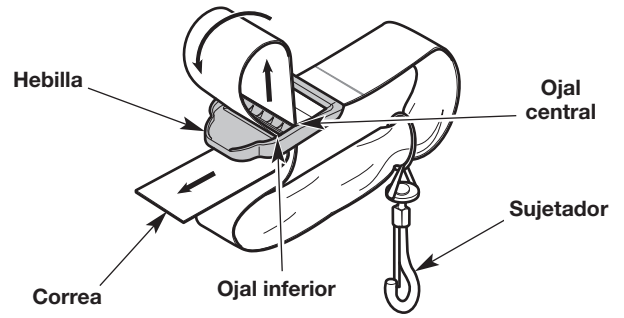

Fig. 7
1. Haga pasar la correa hacia arriba por el ojal central de la hebilla (Fig. 7).
2. Doble la correa sobre sí misma y hágala pasar por el ojal inferior de la hebilla (Fig. 7).